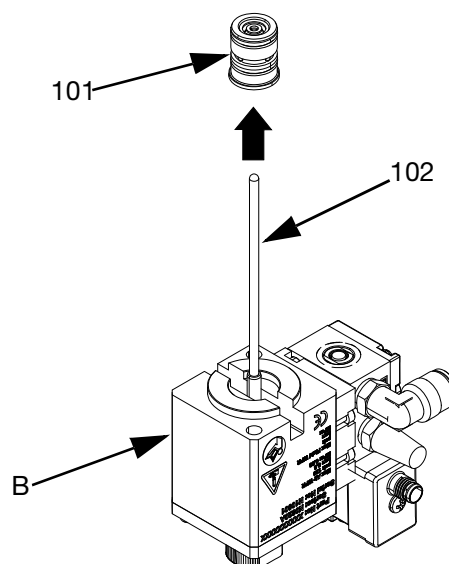

FIG. 13
1. Retire o kit vedante (101) deslizando o kit de vedação do veio da unidade da haste (102).
2. Inspeccione a unidade da haste (102), ponta e eixo para verificar se há ranhuras ou furos. Substitua a unidade da haste se gasta. Consulte a FIG. 13 página 21.